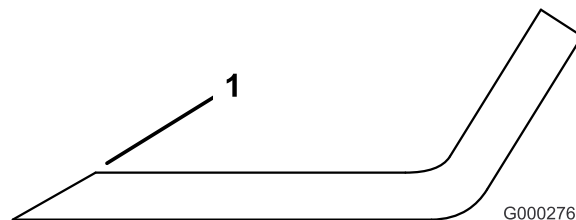

Figura 93
3. Inspeccione los filos de todas las cuchillas. Afílelos si están romos o tienen mellas. Afíle únicamente la parte superior del filo y mantenga el ángulo de corte original para asegurar un filo correcto (Figura 93). La cuchilla permanecerá equilibrada si se retira la misma cantidad de metal de ambos bordes de corte.